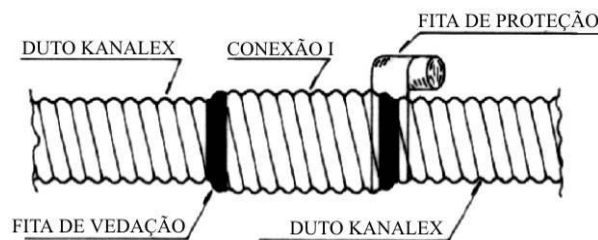

Figura 32
- e) Aplicar a fita de vedação (mastique) e em seguida, a fita de proteção em todo o perímetro da conexão I (Figura 32).